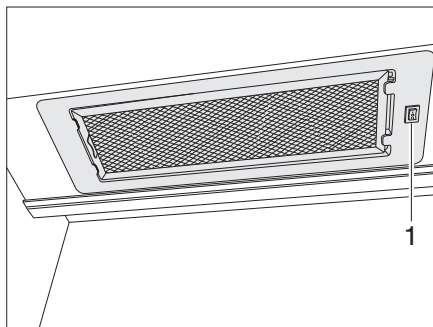

Fig. 142 Campana
- Conectar y desconectar la campana con el interruptor (Fig. 142,1).